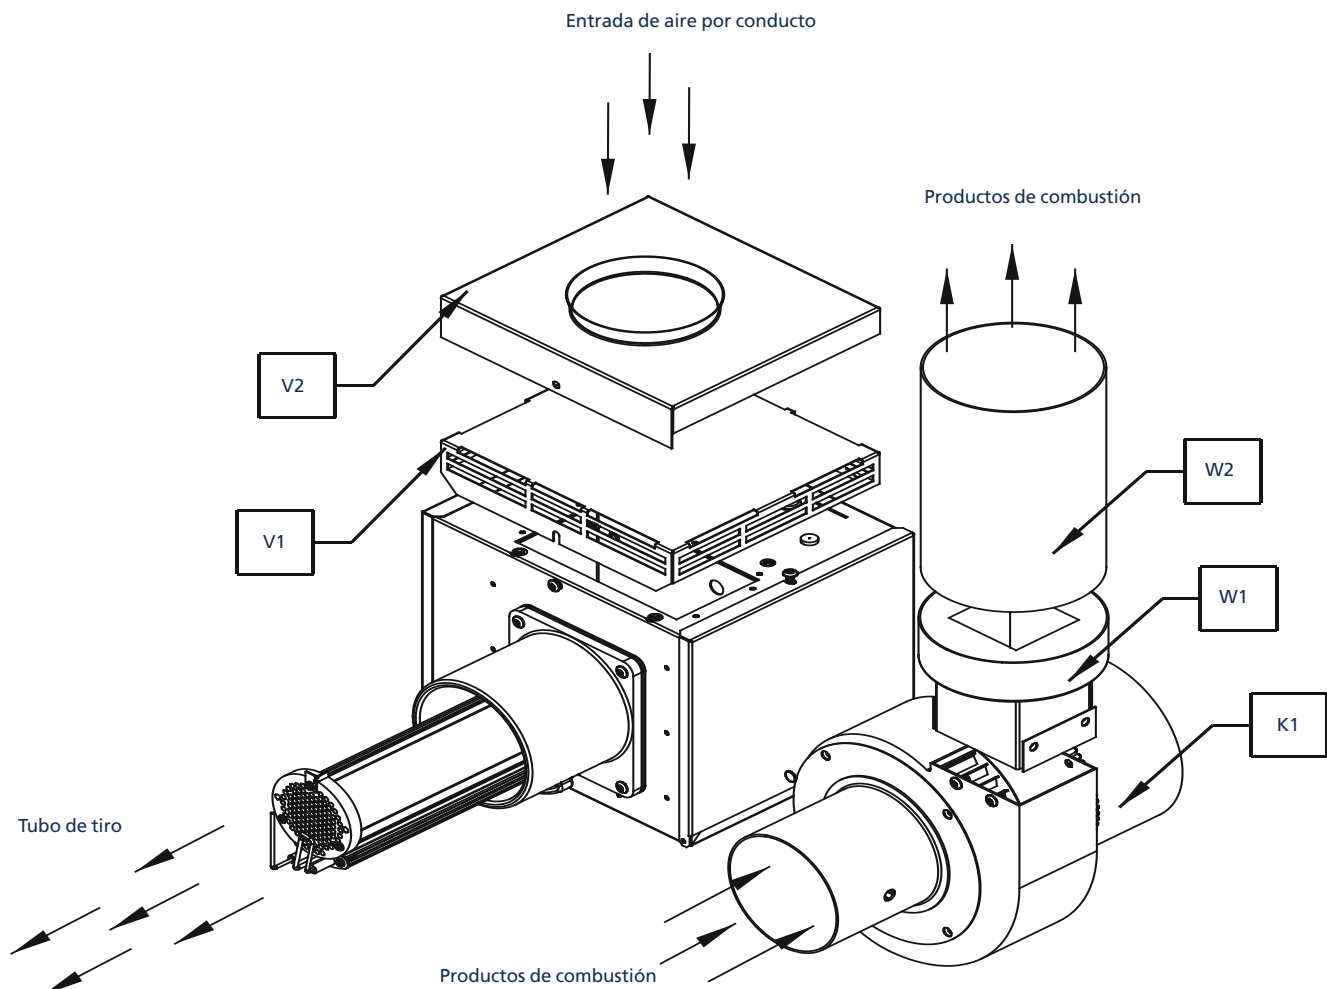
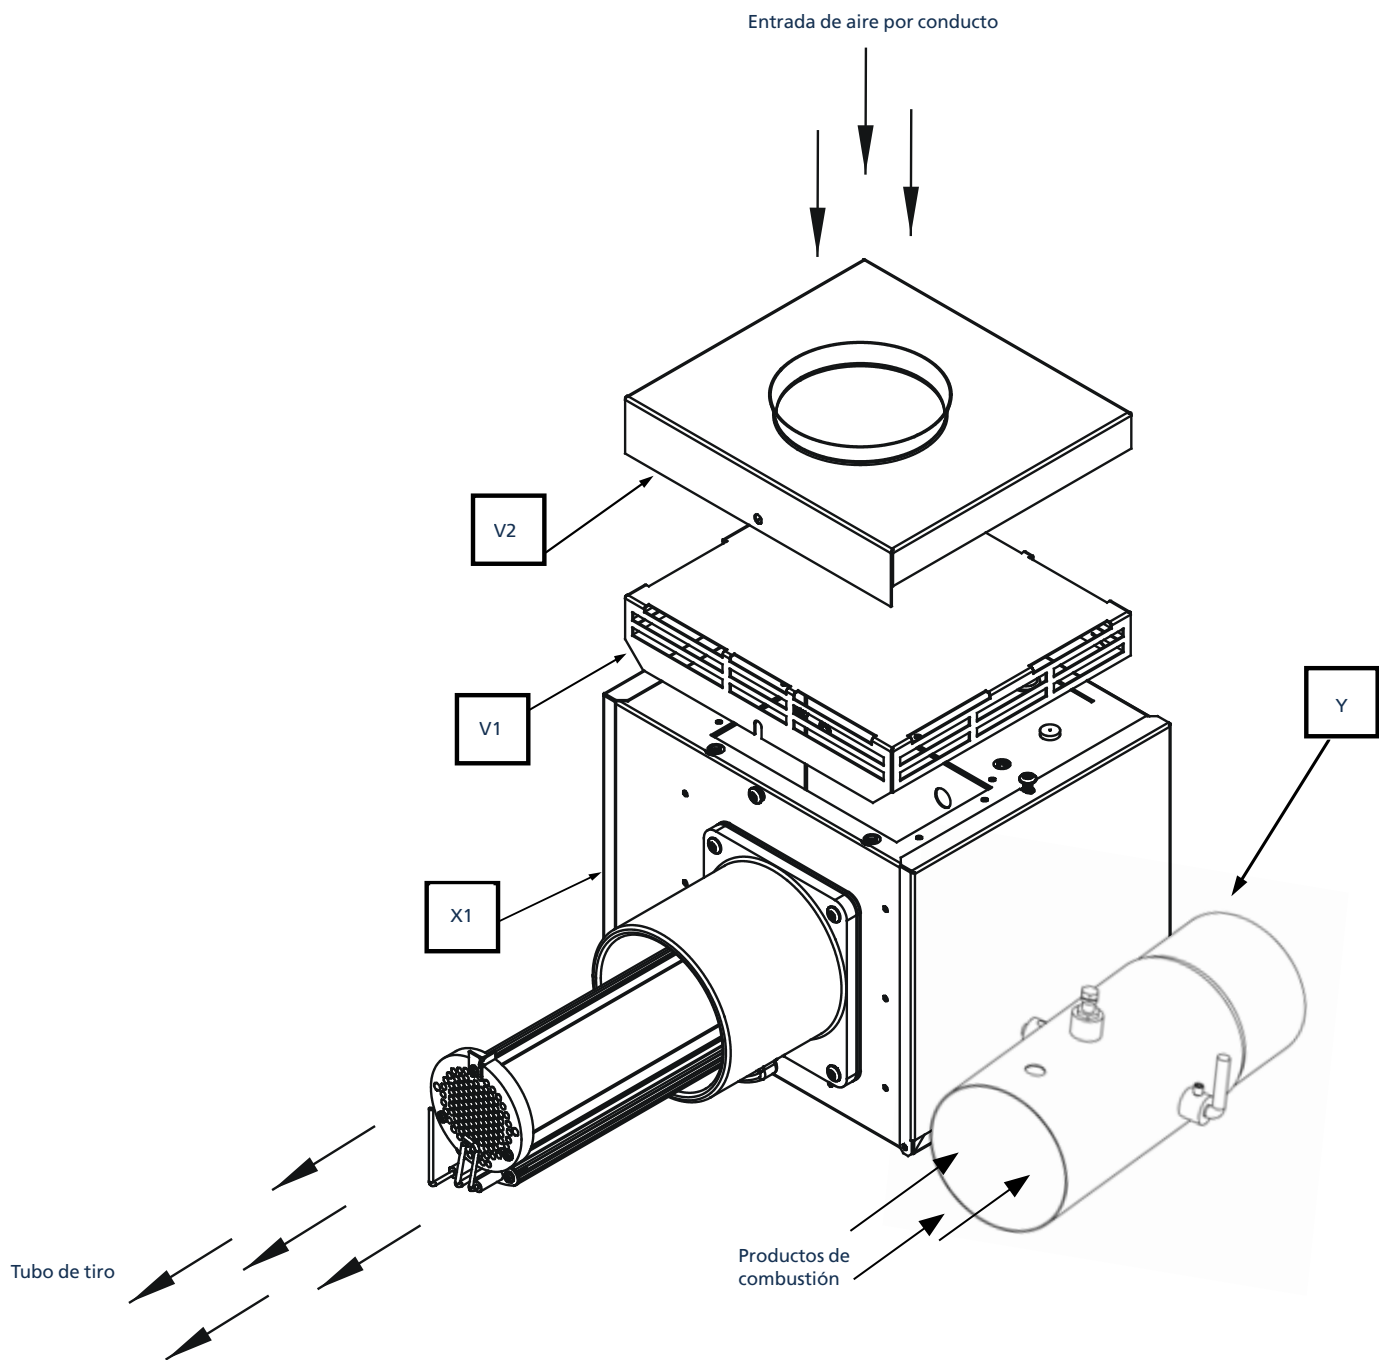

Figure 18. Opción 1. Acoplamiento del sistema de salida de humos a quemadores inducidos (VSUTE)
Figure 20. Opción 3. Acoplamiento del sistema de salida de humos a quemadores inducidos (VSLHE)
Dependiendo del tipo de quemador instalado en su calefactor, dispone de distintas opciones de configuración de la salida de humos y la entrada de aire de combustión, descritas entre la Ilustración 18 - Ilustración 20:
- Opción 1: para el quemador inducido con/sin salida de humos y/o entrada de aire por conducto opcional, consulte la Ilustración 18.
- Opción 3: para calefactores en espiga, consulte la Ilustración 20 de la página 20 y el apartado 1.7 de la página 9 Sistemas en espiga (UHE/LHE).